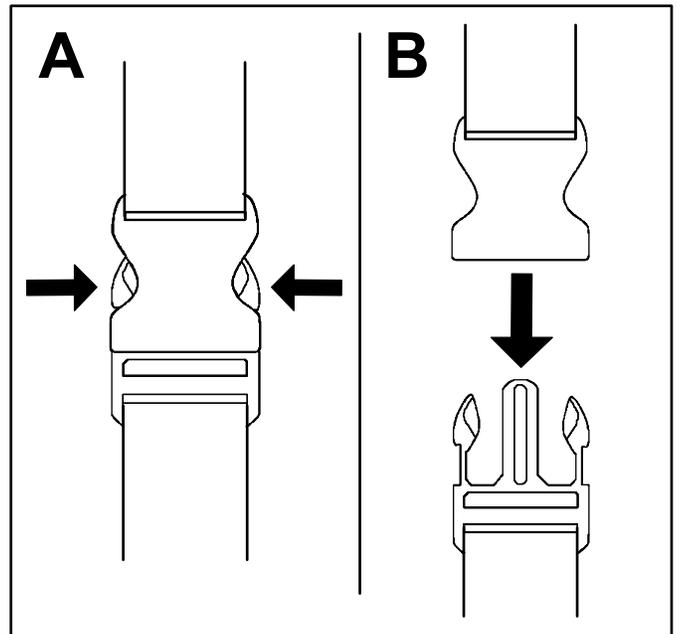

Figure 21
Pour arrêter le souffleur, déverrouillez le blocage de vitesse (le cas échéant) et relâchez la gâchette de vitesse variable (Figure 21).
- Appuyez de chaque côté des boucles (A sur la Figure 21).
- Les boucles se détachent toutes seules (B sur la Figure 21).